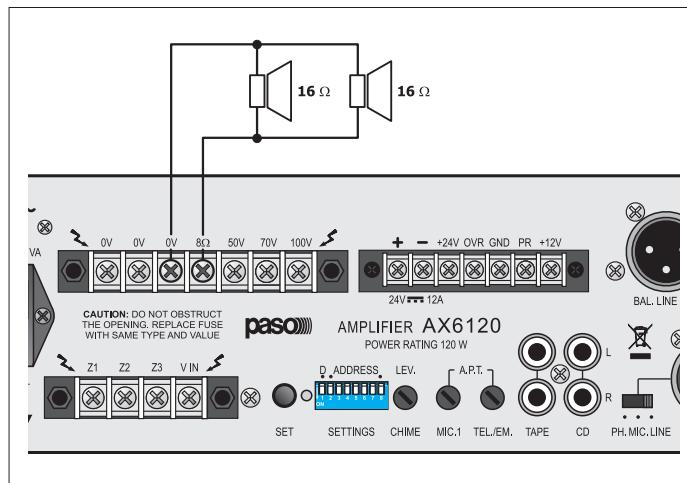
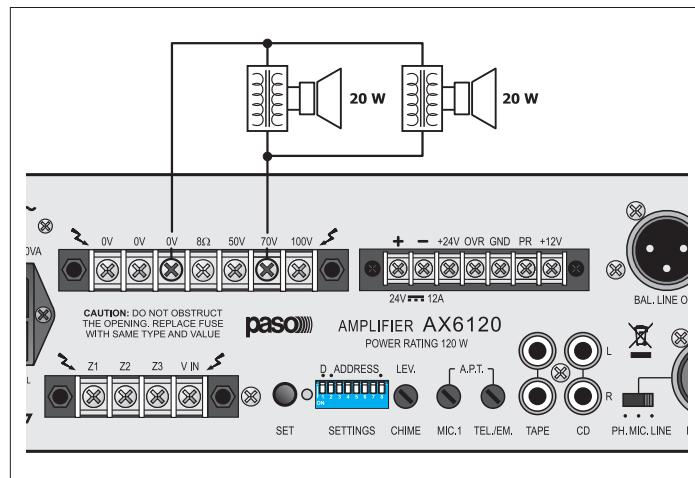

Fig. 4.12.1
Fig. 4.12.2
Le uscite di potenza per i diffusori sono disponibili sulla morsettiera (33). È possibile realizzare un impianto di diffusione sonora utilizzando sia diffusori a bassa impedenza (fig. 4.12.1), sia diffusori dotati di traslatore di linea (fig. 4.12.2). In entrambi i casi il carico complessivo non deve essere tale da sovraccaricare l'amplificatore: non applicare cioè diffusori o gruppi di diffusori con impedenza più bassa di quella nominale della presa alla quale sono collegati. Si raccomanda inoltre di porre particolare attenzione al calcolo delle impedenze nel caso si debbano realizzare impianti di diffusione misti (a bassa impedenza e a tensione costante). In tabella 4.12.3 sono riportati i valori nominali di tensione ed impedenza per le diverse uscite.
The power outputs for the loudspeakers are available on the terminal strip (33). It is possible to set up a sound-broadcasting system using either low-impedance loudspeakers (fig. 4.12.1) or loudspeakers equipped with a line transformer (fig. 4.12.2). In both cases the overall load must not be such as to overload the amplifier. This means that you must not apply loudspeakers or groups of loudspeakers with an impedance lower than the rated impedance of the socket to which they are connected. It is also necessary to pay particular attention to calculating the impedance values if mixed broadcasting systems (low impedance and constant voltage) are to be set up. Table 4.12.3 shows voltage and impedance rated values for the various outputs.